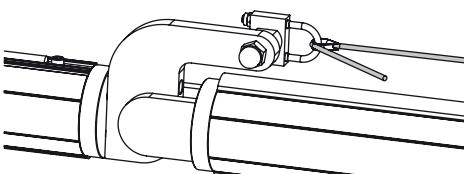

Fig. 12
17. Avvolgere il capo libero della fune metallica all'anello metallico, fig. 12.
17. Wrap the free end of the metal rope on the metal ring, fig. 12.